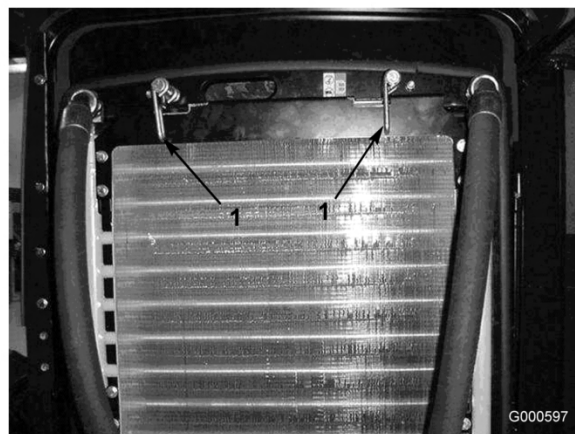

Figura 50
- Rode os trincos (Figura 50) que fixam o dispositivo de arrefecimento de óleo ao chassis.